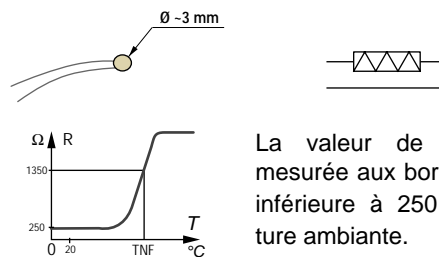

Fig. 6
- à thermistance (sondes CTP: fig. 6)